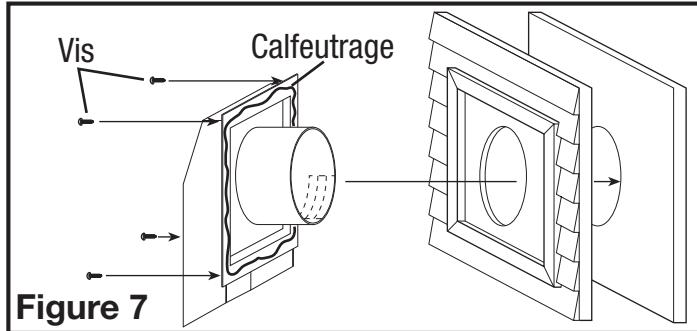

Figure 7
- Sur la bride intérieure du châssis, appliquer une quantité généreuse de calfeutrage et installer le châssis au travers du trou et sur les bandes de gainage et serrer en place avec des vis ou des clous (non-compris) au travers des trous pré-percés sur les quatre coins du châssis. Sceller la bride avec du calfeutrage à l'endroit où le châssis rencontre le mur (Figure 7).